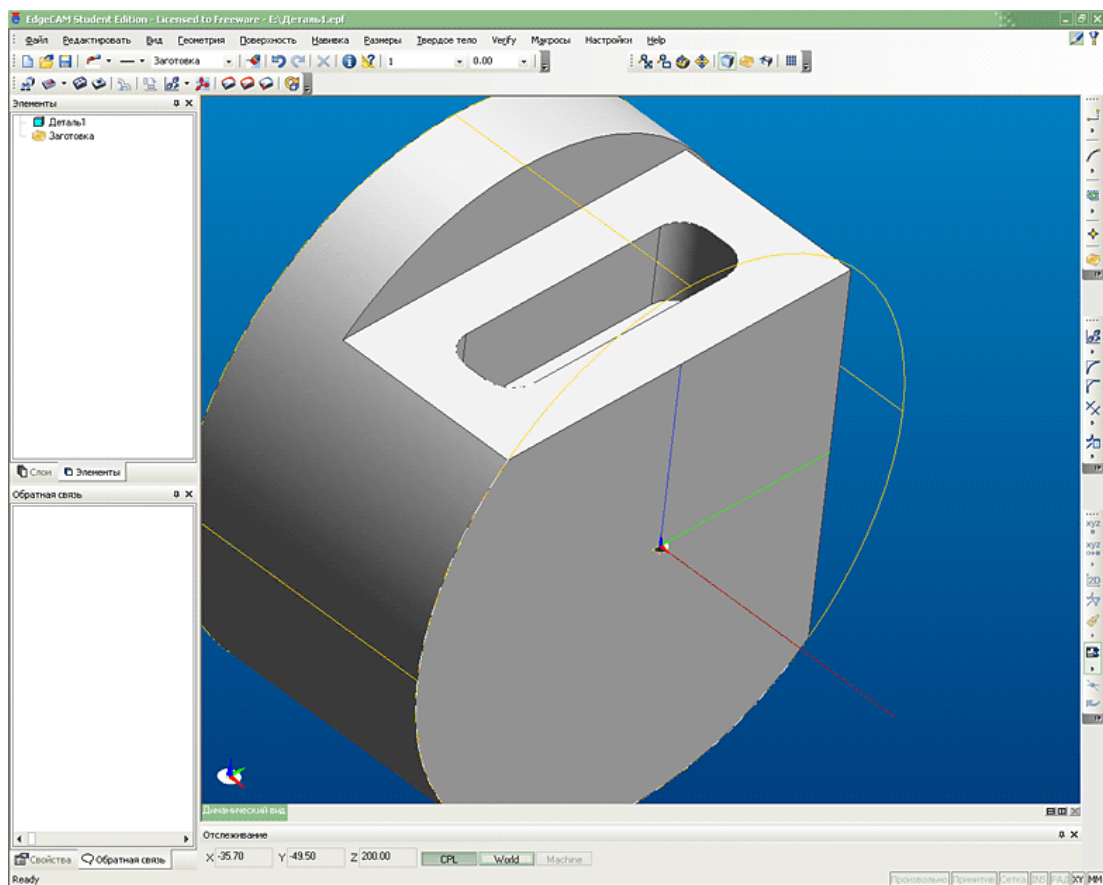
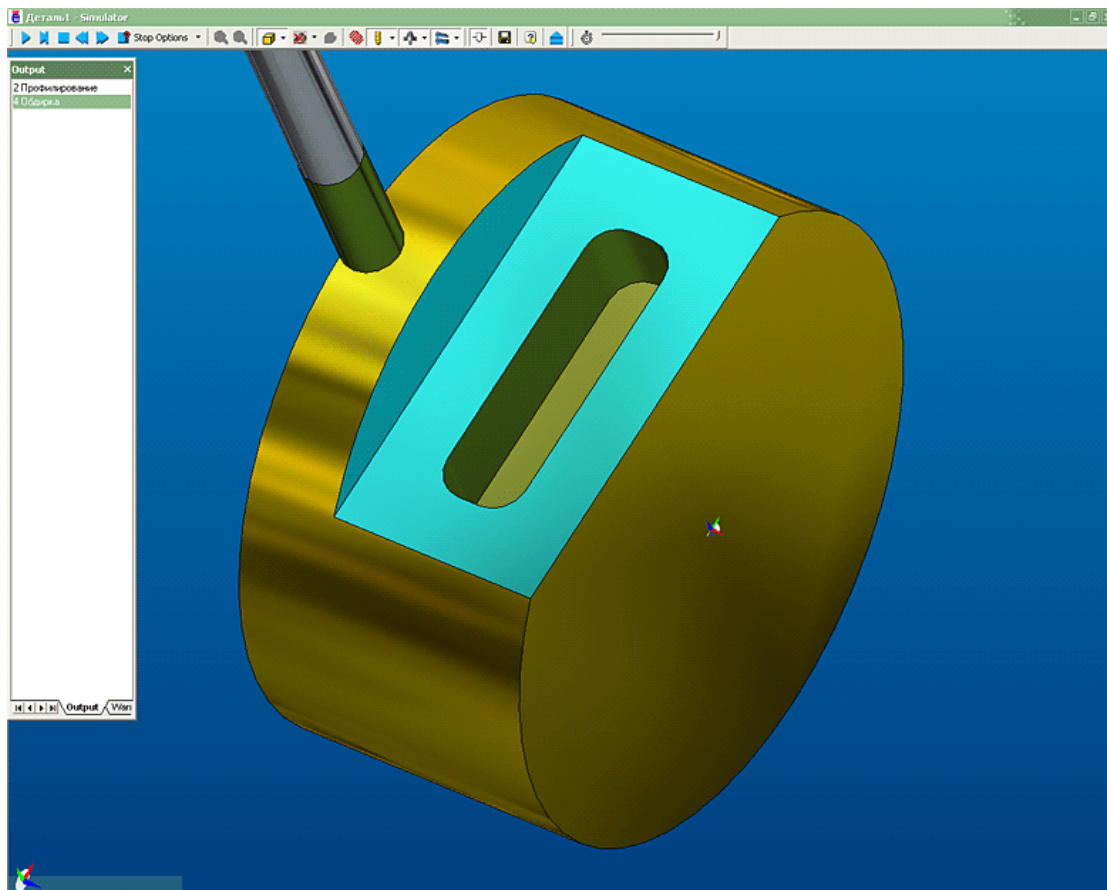

Рис. 7. Edgесam. Обработка детали с использованием 4-ой оси.
Рис. 8. Edgcam. Обработка детали с использованием 4-ой оси.
5. Обработка начинается с той стороны детали, на которую смотрит ось Z(рис.7). Обработка плоскости и кармана производится в точности, как и при обычной обработке без 4-ой оси, результат показан на рис.8.